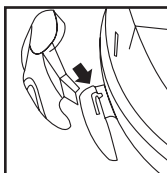

FIGURA 11
9. Coloque las lengüetas en forma de "J" en las ranuras de los soportes para enrollado de cable. **FIGURA 11.** Presione hasta que las lengüetas encajen en su lugar.